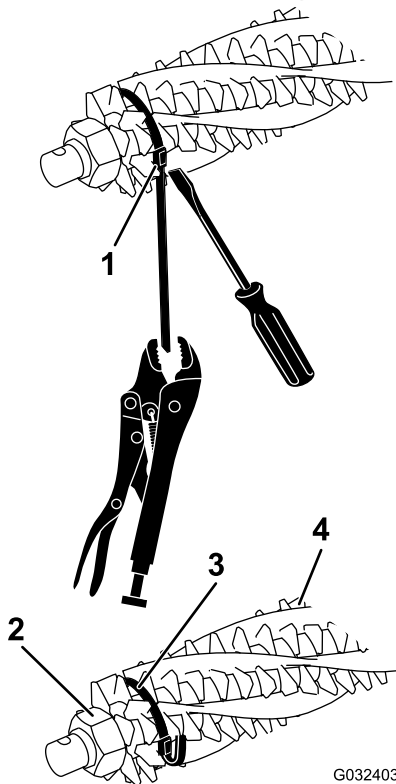
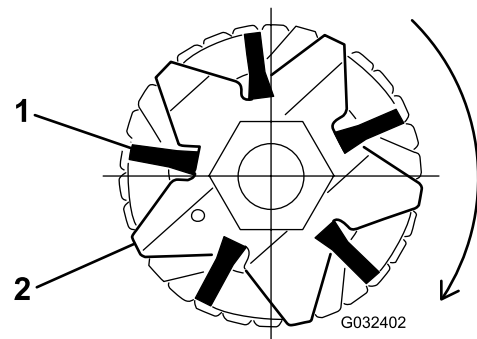

Рисунок 19
Рисунок 21
- Ослабьте крепежные гайки ножей механической щетки на каждом конце вала механической щетки (Рисунок 19).
- Убедитесь, что щетина точно установлена в пазы ножей механической щетки (Рисунок 19 и Рисунок 21).
- Оберните крепежные ленты, не натягивая их, как показано на Рисунок 19, вокруг вала барабана механической щетки и щетины, вставляя ленты в канавки щетины Рисунок 21.
**Примечание:** Если щетина метлы установлена в пазах ножей неправильно, ослабьте крепежные гайки ножей с каждой стороны вала механической щетки, расположите щетину надлежащим образом в пазах ножей и затяните крепежные гайки ножей механической щетки (**Рисунок 19**).
7. Прижимая отверткой пряжку крепежной ленты, зажмите каждую ленту плоскогубцами с зажимом и плотно затяните ленты до их фиксации в канавках щеток (**Рисунок 19**).